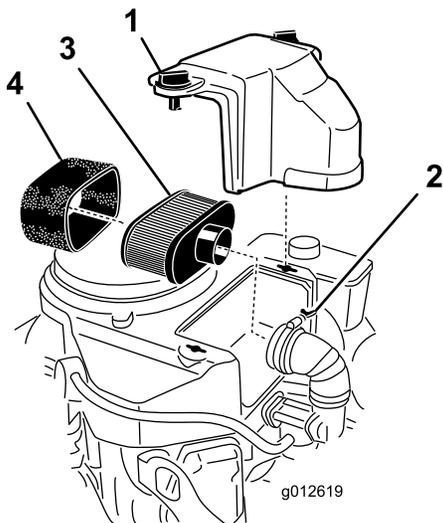

Рисунок 30
3. Очистите зону вокруг воздухоочистителя, чтобы в двигатель не попали загрязнения, которые могут его повредить (Рисунок 30).
4. Отверните ручки крышки и снимите крышку воздухоочистителя (Рисунок 30).
- Отверните шланговый хомут и снимите узел воздухоочистителя (**Рисунок 30**).
- Осторожно снимите элемент из пеноматериала с бумажного элемента (**Рисунок 30**).
Внимание: Не следует чистить бумажный фильтр; замените его (**Рисунок 30**).
- Осторожно наденьте элемент из пеноматериала на бумажный элемент воздухоочистителя (**Рисунок 30**).
- Установите воздухоочиститель в сборе на его основание и закрепите с помощью 2 барашковых гаек (**Рисунок 30**).
- Установите на место крышку воздухоочистителя и затяните ручку крышки (**Рисунок 30**).